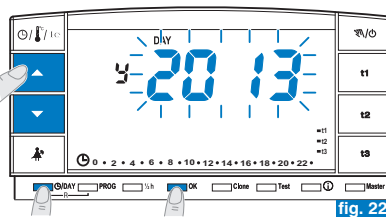

fig. 22
- Modificar el año (si es necesario) utilizando las teclas ▲▼ (fig. 22); presionando por impulsos se aumenta o disminuye de un año; la presión continua activa el desplazamiento rápido.